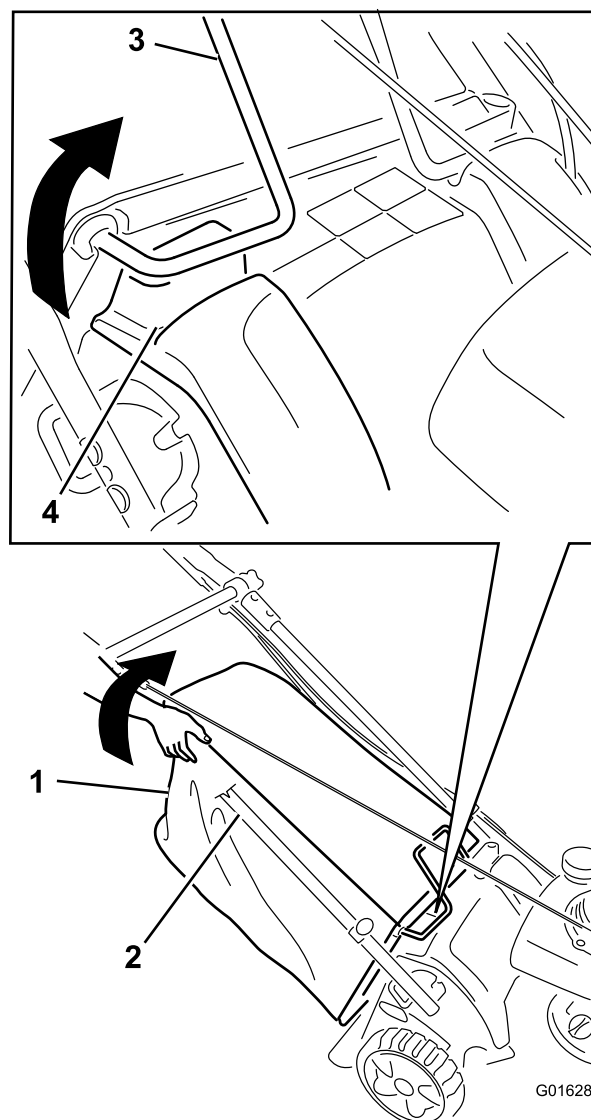

Bild 60
5. Heben Sie die rechte obere Kante hinten am Fangkorb bei laufendem Motor so weit ein, bis der Drahtkorbrahmen an der rechten oberen Kante vorne am Fangkorb ganz aus dem rechten Schlitz gehoben ist (Bild 60). **Der Motor muss dann abstellen.**